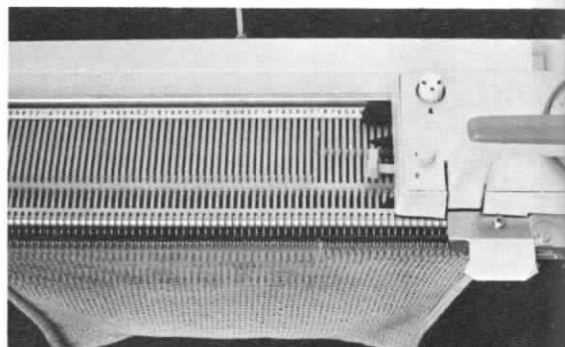
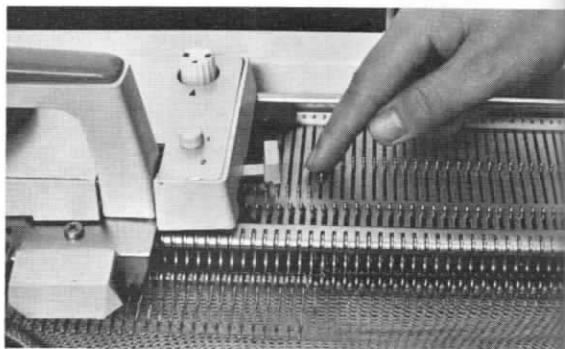

Fig. 60
Fig. 61
- b) En el lado opuesto del carro, avanzar a posición de espera E el número deseado de agujas a excepción de la última aguja hacia el centro que será retrocedida a posición B (Fig. 60). Tejer una pasada y avanzar esta última aguja de posición trabajo a posición-espera E (Fig. 61). Tejer una pasada;
- c) * Retroceder de la posición-trabajo C a posición-selección B la próxima aguja del **interior** (Fig. 60). Tejer una pasada. Avanzar estas agujas a posición-espera E (Fig. 61). Tejer una pasada. *
- b) * Del lado opuesto al carro, avanzar de la posición-trabajo C a la posición-espera E, el número deseado de agujas (Fig. 60). Tejer una pasada;
- c) Avanzar de la posición C a la posición E la aguja del interior (Fig. 61). Tejer una pasada; *